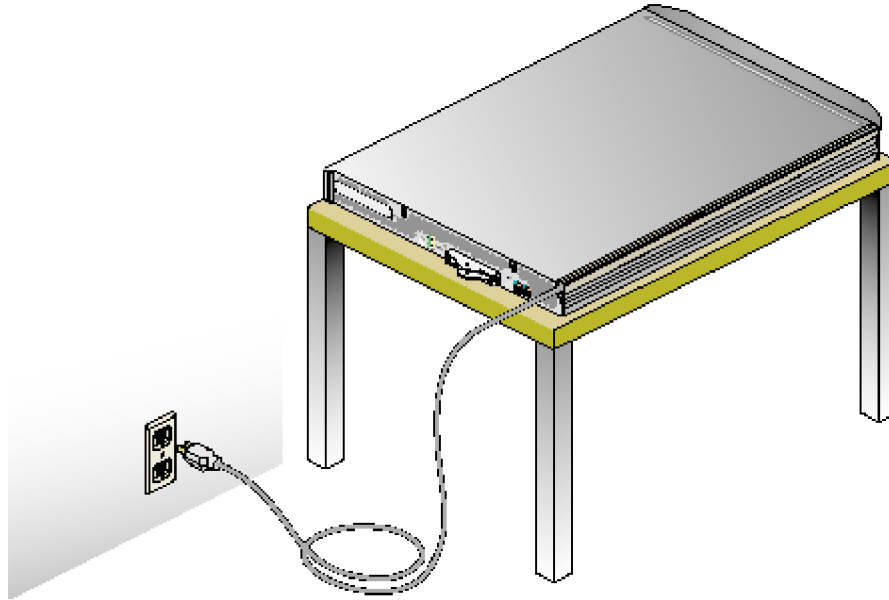

Figure 1-7 Connexion de l'Altix 330 à une source d'alimentation c.a.
3. Branchez le câble d'alimentation c.a. du module sur une prise de courant approuvée ou sur l'unité de distribution de l'alimentation du châssis (s'il y a lieu). Reportez-vous à la figure 1-7 pour voir un exemple.